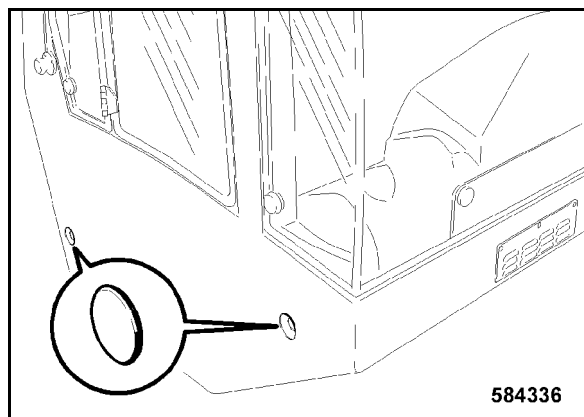

Bild 198
- Peitä kaikki sivussa olevat ruuviiliitoskohdat muovisuojuksilla (Bild 198).